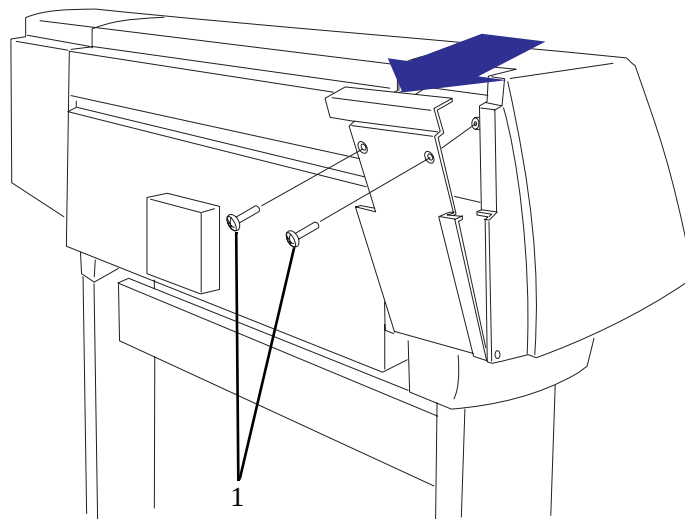

図 8 : 左側カバー
- 1 左側カバー背面の扉を、2本のT-15のネジ (部品1) を取り外して開けます (図8参照)。